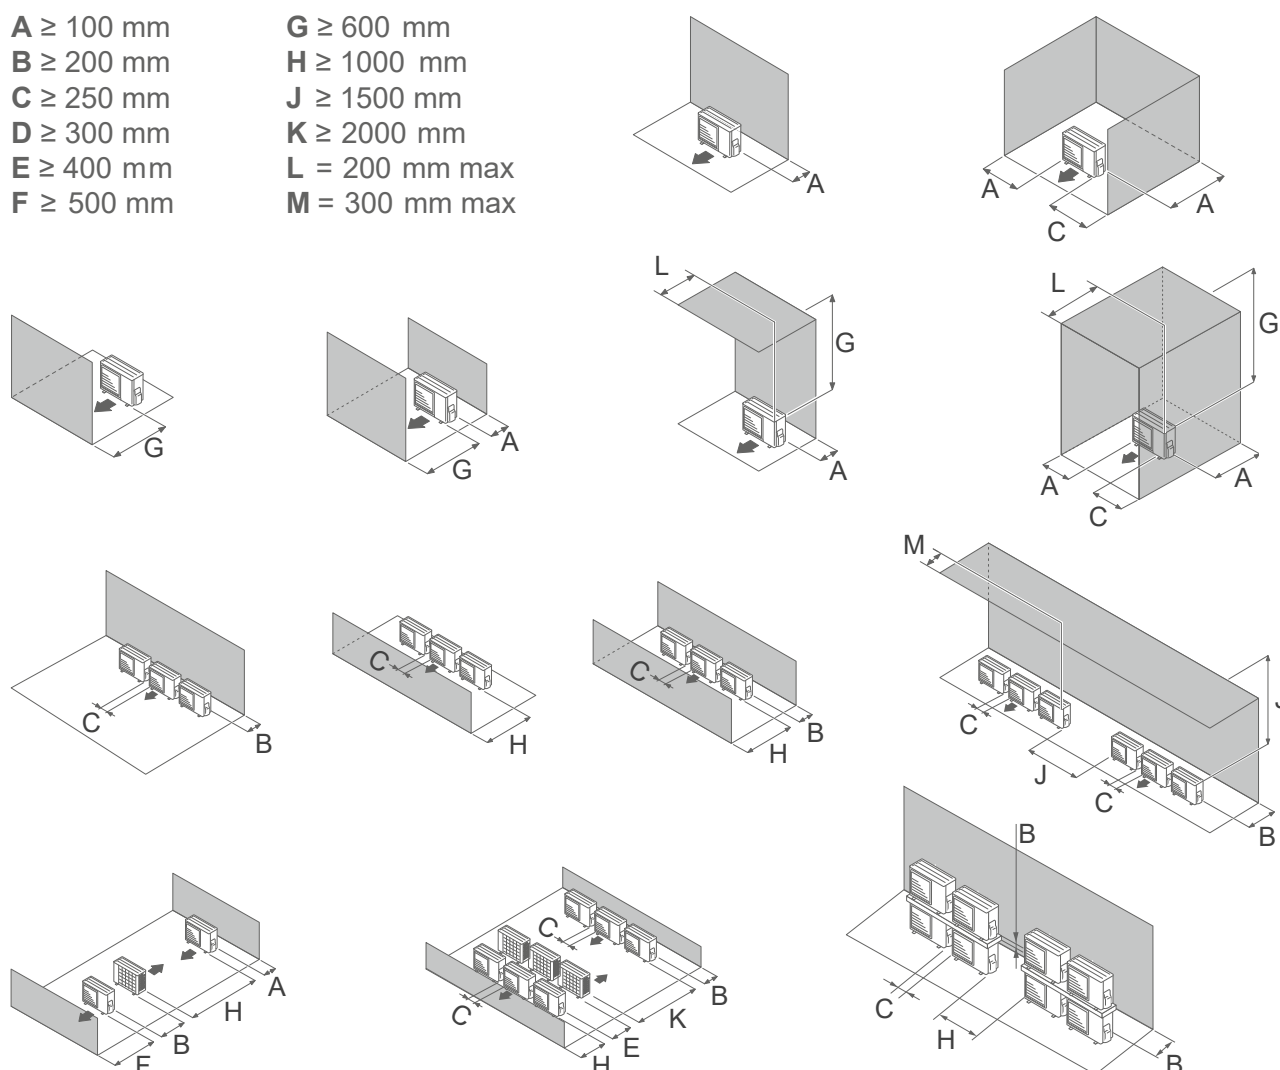

fig. 15 - Dégagements minimum d'installation autour de l'unité extérieure
- L'appareil doit être parfaitement accessible pour les travaux d'installation et de maintenance ultérieurs (*fig. 15, page 17*).